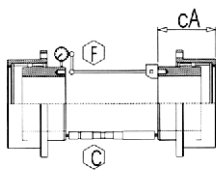
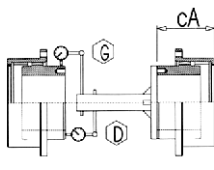
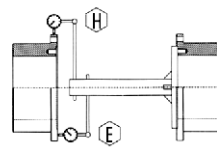

Fig.03
Fig.04
Fig.05
- H.2 Determinar la entidad de la desalineación angular elaborando, según lo indicado en el esquema que sigue, los valores del paralelismo de cabeza entre las superficies frontales de referencia de los dos cubos. Para los acoplamientos con espaciador tubular o con eje fluctuante, esta operación podrá ejecutarse utilizando un micrómetro para internos posicionado como **C** en Fig. 03 o un comparador posicionado como **D** en Fig. 04 o **E** en Fig. 05. La máxima diferencia entre dos valores leídos a 180° indica el  $\Delta A$ .
Determinar la entidad de la desalineación paralela elaborando, según lo indicado, los valores de la excentricidad recíproca entre los diámetros de referencia de los dos cubos. La excentricidad de los cubos será medida con un comparador posicionado como **F** en Fig. 03, **G** en Fig. 04 o **H** en Fig. 05.